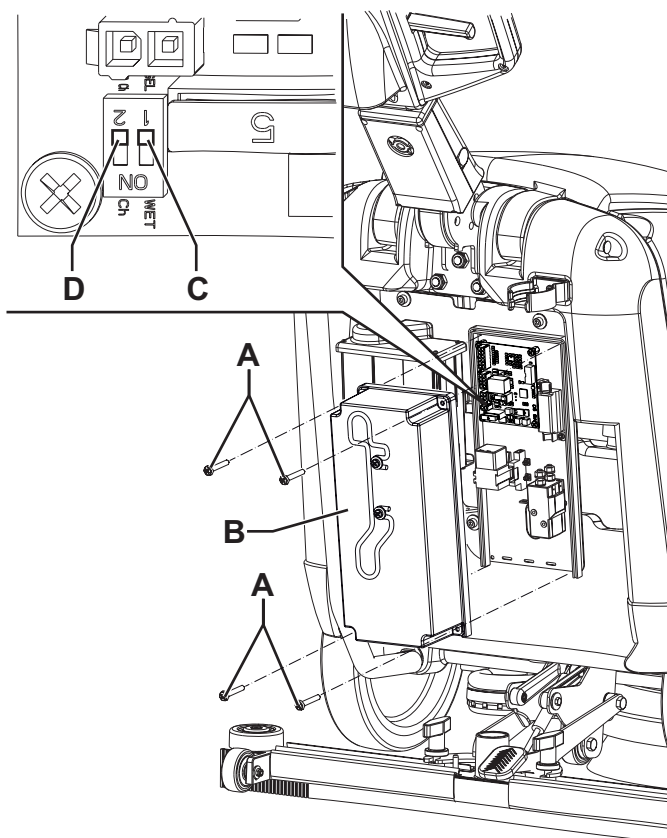

Figure 1
1. Débrancher le connecteur (29) des batteries.
3. Enlever les vis (A, Fig. 1) et sortir avec soin le couvercle (B) du boîtier électrique (25).
4. Sur la carte électronique porter le microinterrupteur (C) dans la position WET.